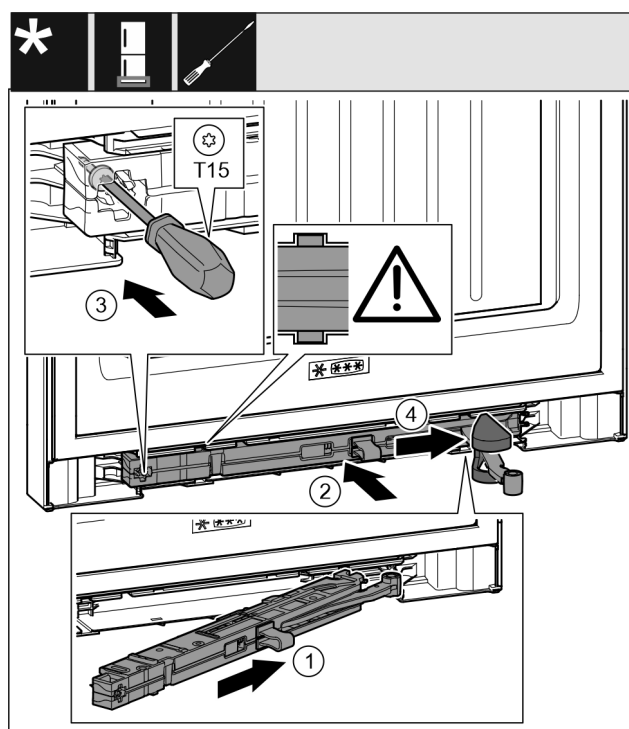

Fig. 68
- ▶ Sluitdemperunit Fig. 68 (1) aan de lagerbokzijde tot aan de aanslag schuiven in de uitsparing schuiven.
- ▶ Sluitdemperunit Fig. 68 (2) volledig in de uitsparing schuiven.
- ▶ Schroef Fig. 68 (3) met een schroevendraaier vastschroeven.
- ▶ Afdekking Fig. 68 (4) over scharnier schuiven.